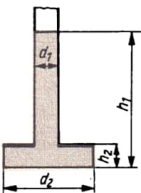

Bild 55
- 4.4** Ein aus zwei zylindrischen Teilen nach Bild 55 zusammengesetztes Gefäß ist bis zur Höhe h_1 mit Wasser gefüllt. Berechnen Sie die Kraft auf die Kreisringfläche (angedeutet durch eine dicke Linie in der Schnittdarstellung). Die Höhen sind 500 mm und 50 mm, die Durchmesser 20 mm und 80 mm.